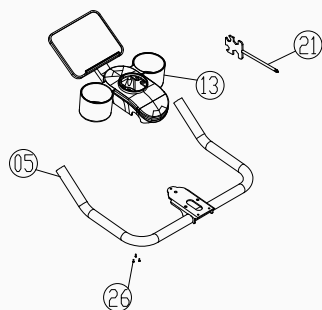

Figura 4
4. Montați plăcile de acoperire superioară și inferioară (Partea 13) pe Ansamblul Suportului pentru Afișaj (Partea 05). Fixați plăcile de acoperire pe Ansamblul Suportului pentru Afișaj utilizând trei șuruburi autofiletante cu cap în cruce M4×15 (Partea 26), montate de jos în sus, apoi strângeți șuruburile cu cheia cu cap Phillips (Partea 23), în conformitate cu Figura 4.